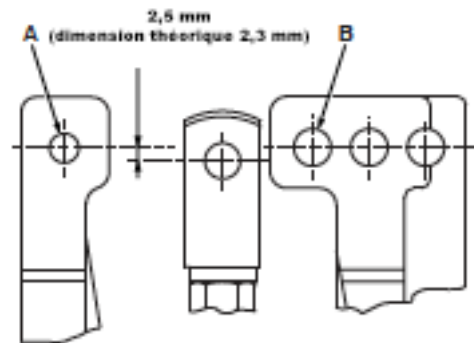

Figure 15 - Préréglage de la position de la tige de clapet
4.2.1 Réglage de la tige de clapet sur la vanne à levier simple VariPak 28001 (Figures 15, 16 et 26)
- A. Desserrez l'écrou (103) et tournez la tige du clapet à l'aide d'un tournevis tout en bloquant la chape (104a) jusqu'à ce que la chape soit dans la position indiquée sur la figure 15. Contre-écrou (103).
- 2,3 mm en dessous de l'alignement des trous de goupille dans le support de l'actionneur (108) pour la vanne à levier simple VariPak 28001 (voir la figure 15).